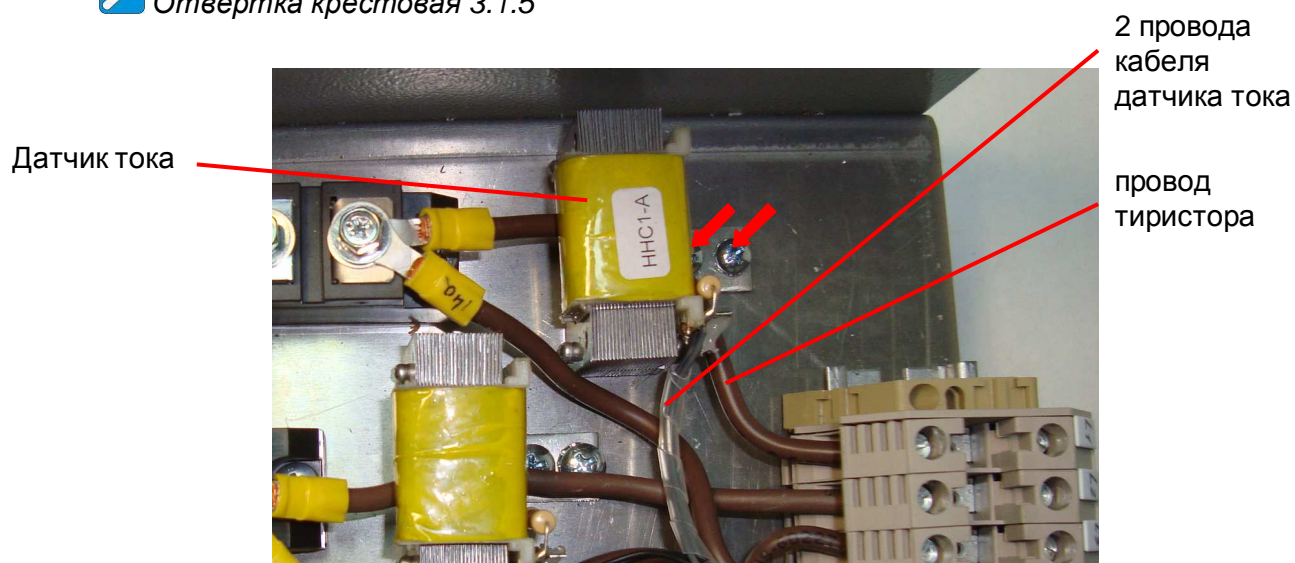

Рис. 6.9 Демонтаж датчика тока.
6.8.1. Отпаять два провода кабеля токовых датчиков от клемм датчика тока (рис. 6.9).
6.8.3. Выкрутить два винта (рис. 6.9, красные стрелки), крепления датчика тока, демонтировать его и положить его в тару.